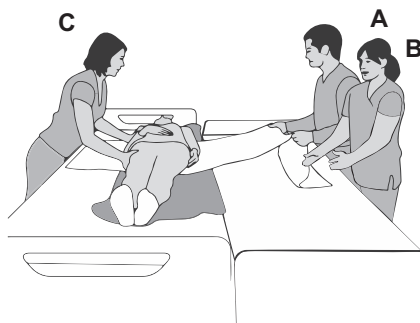

Abbildung 14
6. (Pflege­kräfte A und B) Ziehen Sie an dem Stecklaken und sichern Sie gleichzeitig den Transfer durch Stehen auf der Aufnahme­seite. **(Siehe Abbildung 14)**